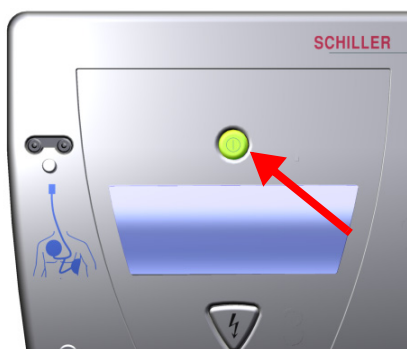

Fig. 2.1 Touche de mise en marche et d'arrêt de l'appareil/et début d'analyse (pour le mode semi-automatique uniquement)
- un message d'erreur correspondant s'affiche à l'écran, si vous appuyez sur la **touche verte**  (voir Fig. 2.1) avant le prochain autotest.